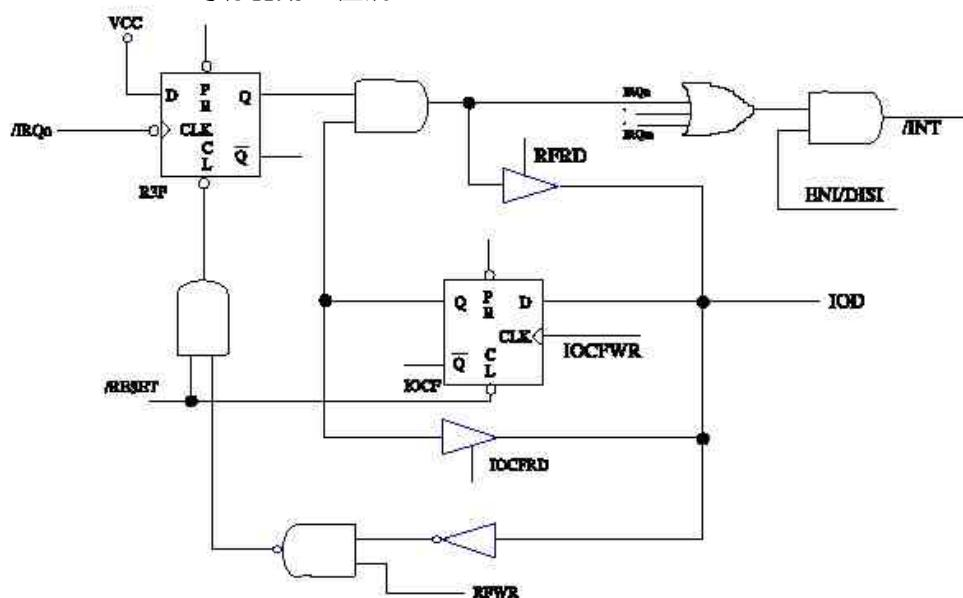

图 15 中断输入电路
- 1) 输入触发，如图 15 所示。唤醒后单片机执行下条指令。在进入休眠模式 2 之前，唤醒功能的触发源（P60~P67、P74~P75、P90~P91）需要进行设置（输入状态，上拉），并使能唤醒。值得注意的是，唤醒后若代码选项寄存器 WTC 为 1，则 WDT 使能。因此，WDT 的状态在唤醒后可能需要重新设置。
不管是否允许中断，R3F 寄存器的相应位会由中断置位。读 RF 的结果是 R3F 和 IOCF 的逻辑与。参见图 15，RETI 指令结束中断子程并使能中断。